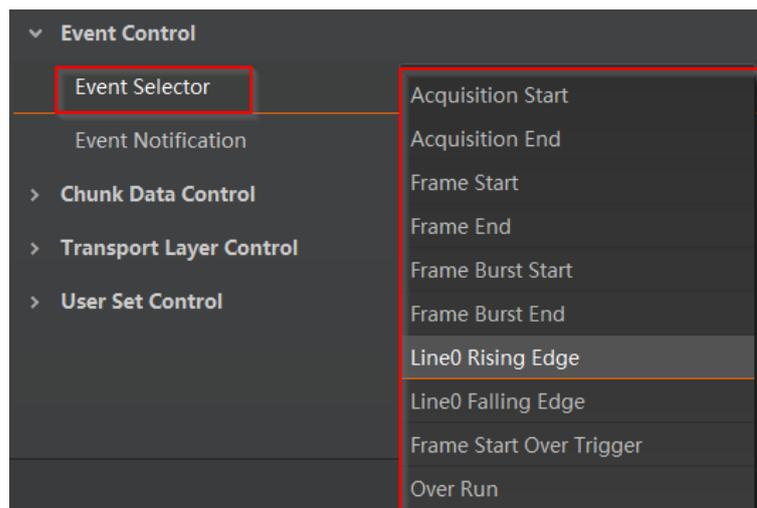

图7-10 选择需要查看的事件
1. 在属性 *Event Control* 下，参数 *Event Selector* 处下拉选择需要查看的事件，如图 7-10 所示。